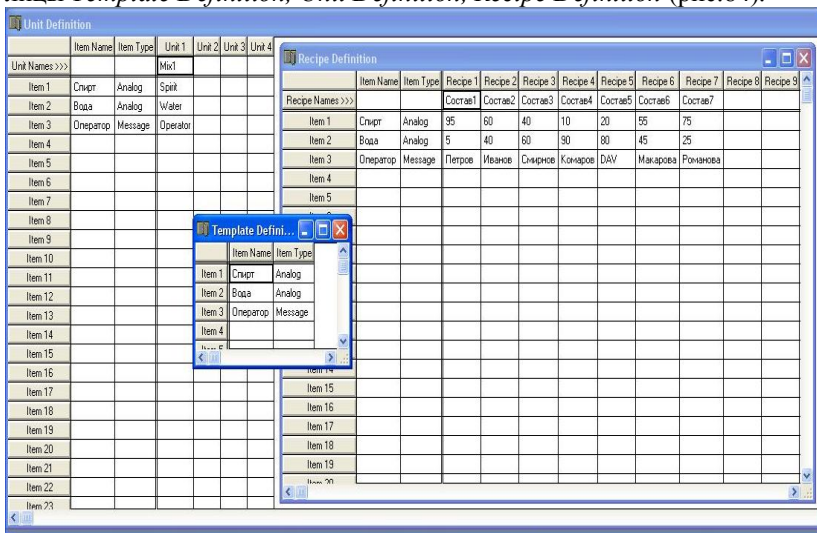

Рис.84. Таблицы программы Recipe Manager.
1. С помощью программы Recipe Manager ввести данные в таблицы *Template Definition*, *Unit Definition*, *Recipe Definition* (рис.84).